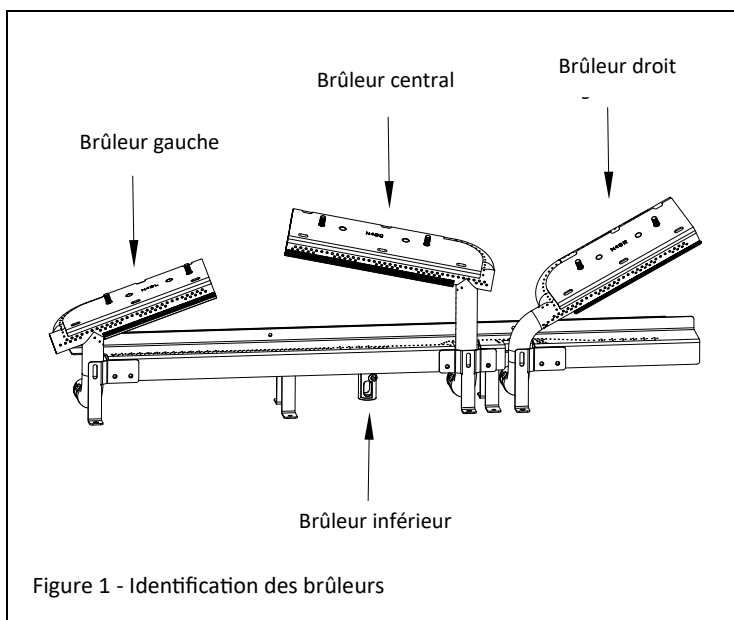

Figure 1 - Identification des brûleurs
3. Retirez le kit d'éclairage, les brûleurs gauche, central, droit et inférieur. Voir la Figure 1 pour identifier les brûleurs.